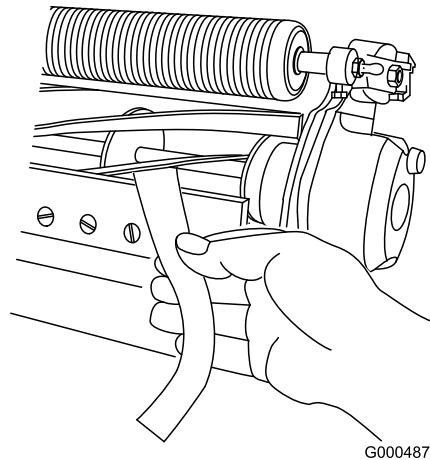

Bild 11
11. Testen Sie die Schnittleistung, indem Sie einen langen Streifen des Schnittleistungspapiers (Toro Bestellnummer 125-5610) senkrecht zum Untermesser zwischen die Spindel und das Untermesser legen (Bild 11). Drehen Sie die Spindel langsam vorwärts; das Papier sollte geschnitten werden